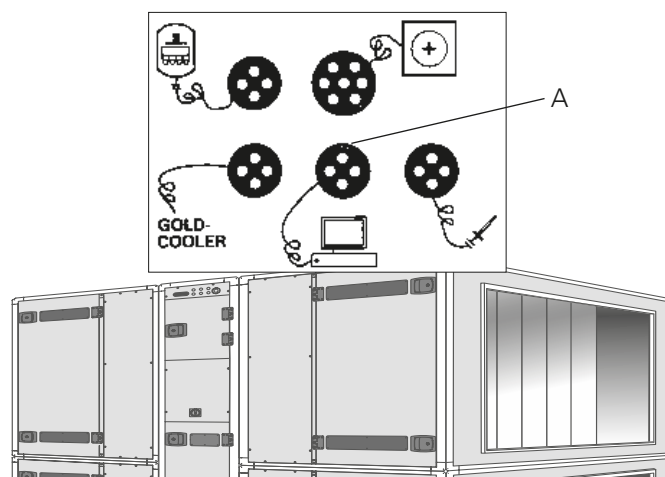

Рис. 8
Напряжение питания 24 В AC подключается к клеммам Vin+ (24) и GND (23) или может быть подано с автоматики агрегата, см. ниже и рис. 8.
Подключить сеть через устройство коммуникации GOLDen GATE к автоматике GOLD. Использовать прилагаемый кабель коммуникации, имеющий 4-жильный быстродействующий разъем и 9-жильный D-sub контакт, для подключения между A (рис. 8) и 2 (рис. 1).